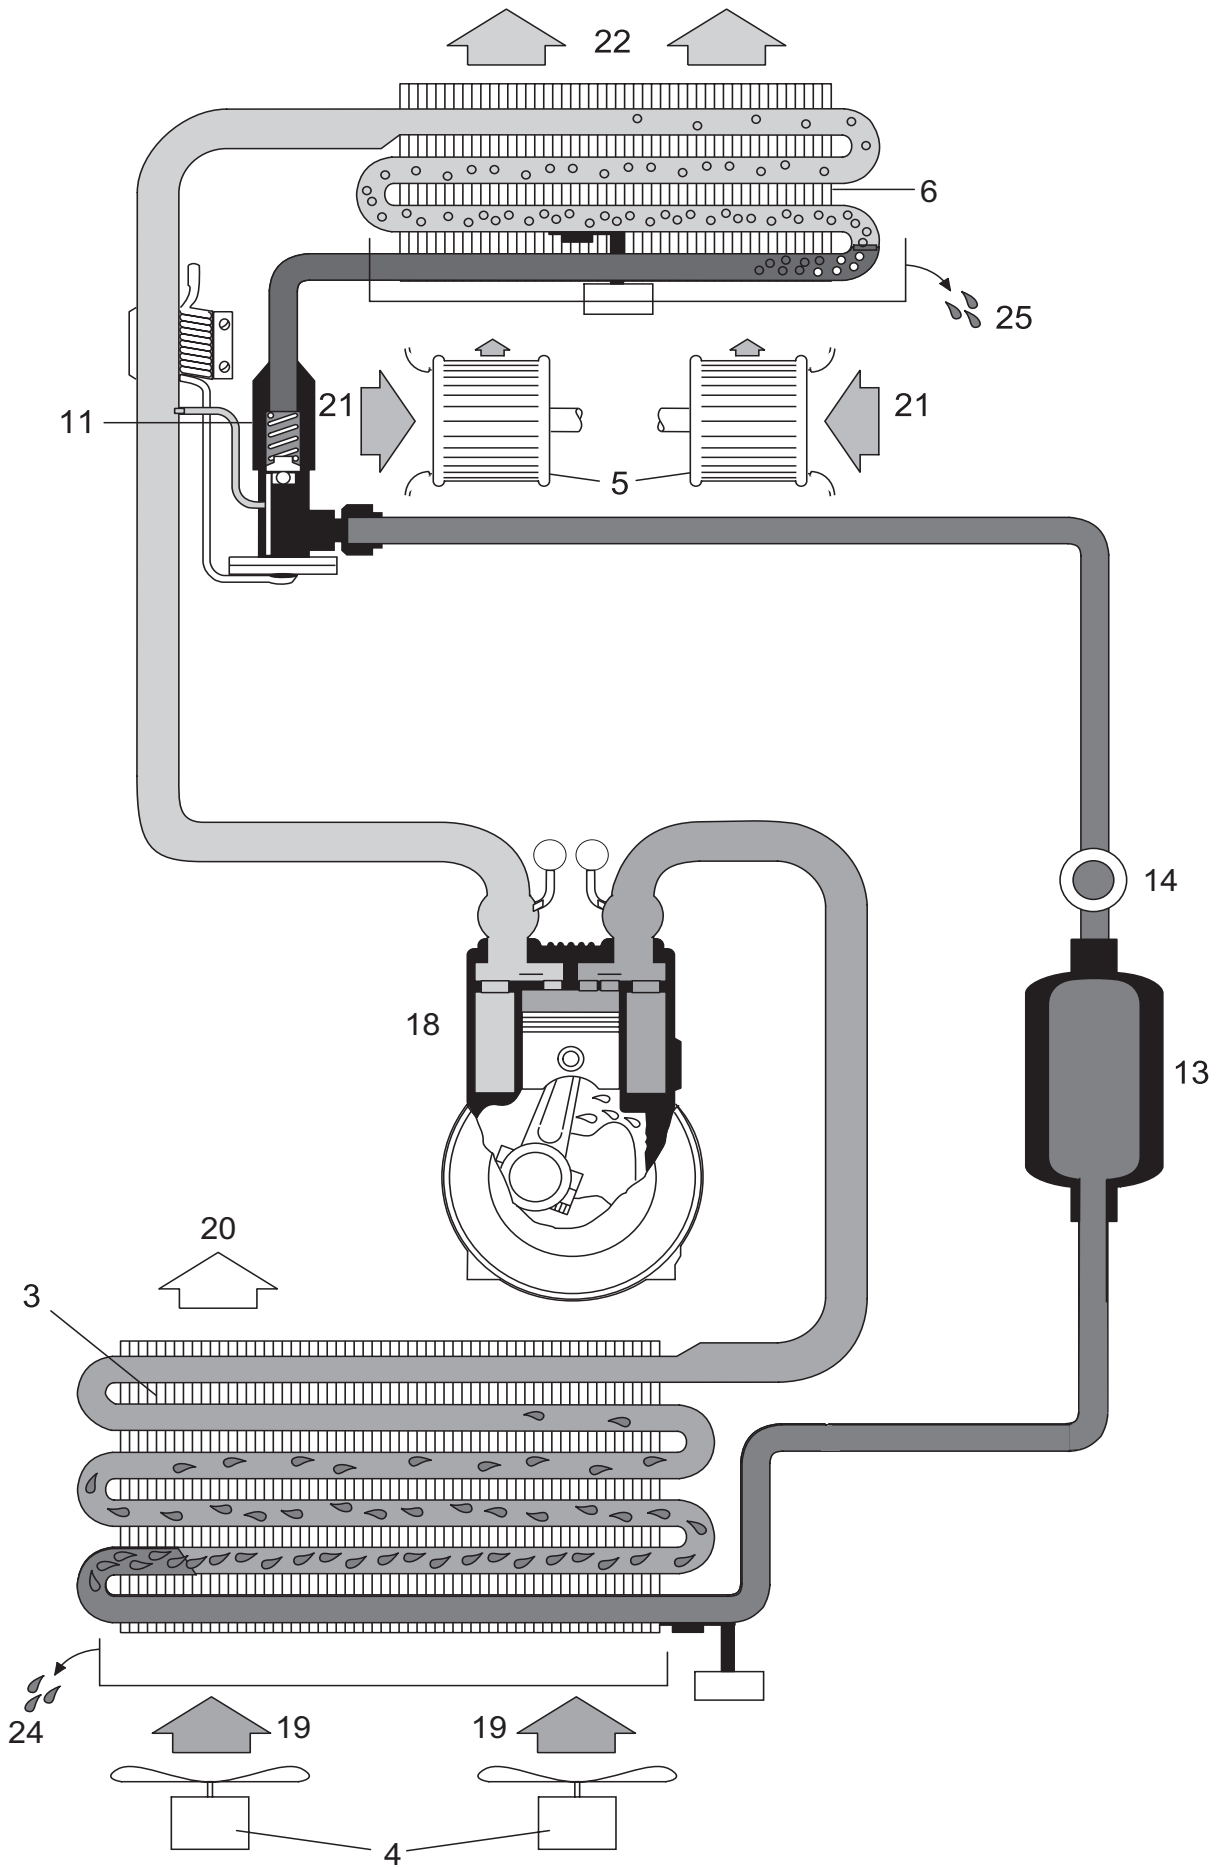

Fig. 2.4
Le condenseur transmet la chaleur de condensation produite à l'air extérieur qui le traverse (19 et 20, figures 2.4 et 2.5). Les deux ventilateurs axiaux (4) assurent ici une ventilation suffisante même lorsque le véhicule est à l'arrêt.